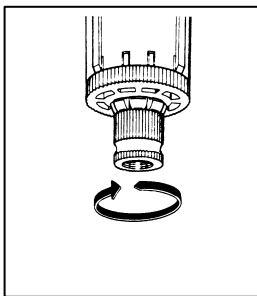

Fig. 4
- Ogni mese scaricare l'acqua accumulata nel riduttore/filtro uscita aria (Fig. 4) procedendo nel seguente modo (operazione da eseguire con il serbatoio in pressione):
- Once a month drain the water collected in the air outlet filter (Fig. 4) proceeding as follows (the operation has to be done with the tank under pressure)